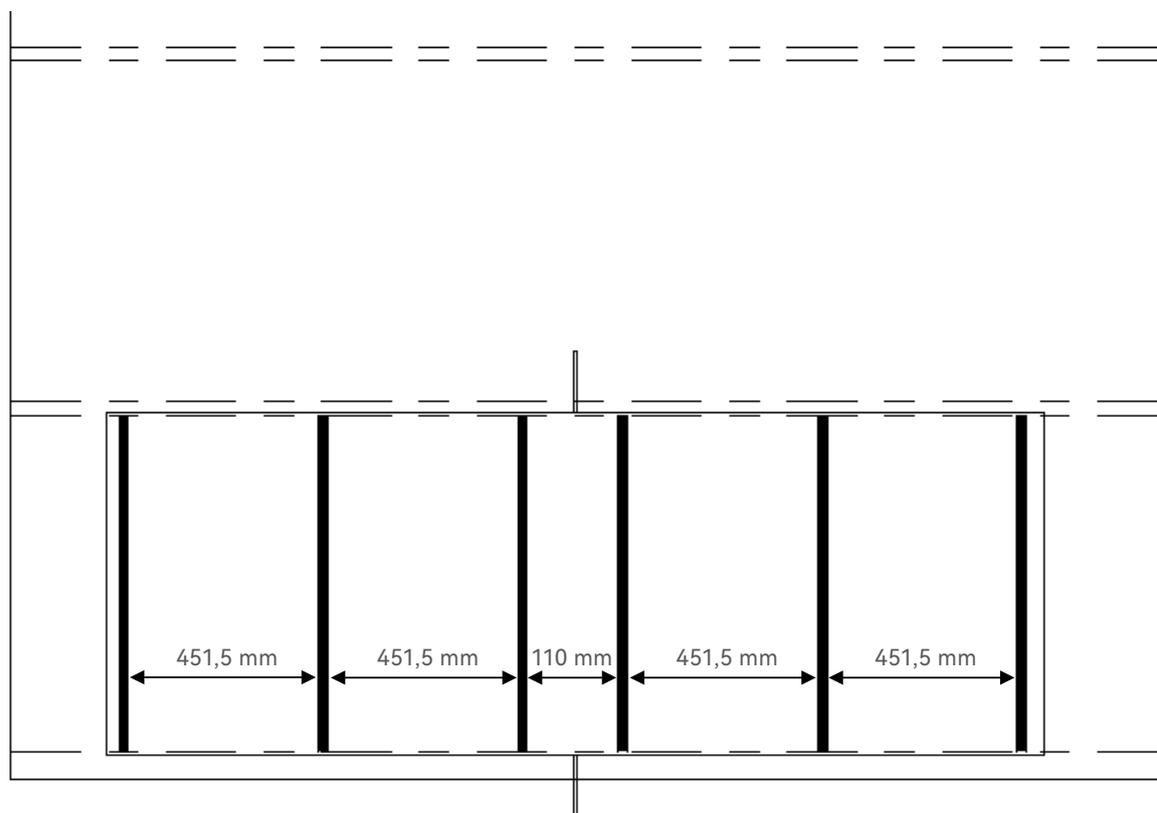

Figura 9
① Os produtos Galaxy Plus são apoiados no teto plano por tubos de suporte, usando adesivo estrutural que precisa atender aos requisitos de resistência do adesivo e passar por testes de confiabilidade. Os tubos de suporte são colados em ambos os lados, respectivamente na base do teto plano e na parte traseira do produto. O espaçamento é o seguinte (conforme mostrado na Figura 9):